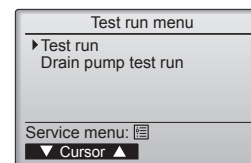

Fig. 7-2
- 2 Επιλέξτε "Test run" (Εκτέλεση ελέγχου) από το Test run menu (μενού "Εκτέλεση ελέγχου") και πατήστε το κουμπί [EΠΙΛΟΓΗ]. (Fig. 7-2)